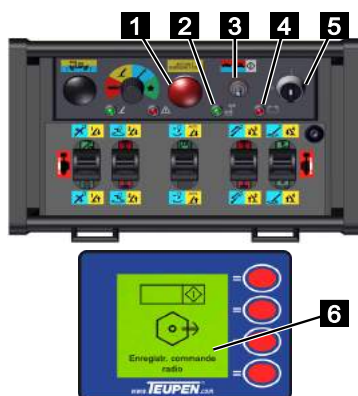

Fig. 70
3. S'assurer que le bouton d'arrêt d'urgence sur la commande radio (Fig.70/1) n'est pas actionné.
4. Pour mettre la commande radio en marche, tourner le commutateur (Fig.70/5) dans le sens des aiguilles d'une montre sur [ 1 ].
- La commande radio émet 2 bips, le voyant de la pile (Fig.70/4) clignote 2x.
- Le voyant Trajet radio (Fig.70/2) clignote rapidement.
5. Le message « Enregistrer la commande radio » (Fig.70/6) s'affiche à l'écran. Faire basculer l'interrupteur à bascule (Fig.70/3) vers la droite sur [ Démarrage ].
- Le voyant Trajet radio (Fig.70/2) clignote lentement.
Après une coupure radio (p. ex. pour changer la pile), il faut de nouveau signaler la commande radio à l'émetteur en faisant basculer l'interrupteur à bascule (Fig.70/3) sur [ Démarrage ].